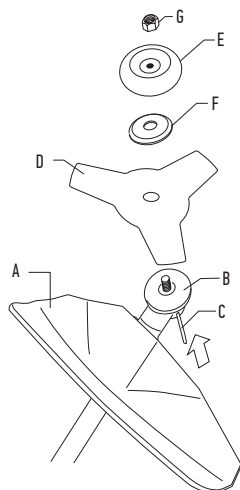

Fig. 4
- ▶ Retirez l'extension de la protection du coupe-herbe (Fig. 4).
- ▶ Montez le disque d'entraînement (B) sur l'arbre de sortie.
- ▶ Insérez une goupille de verrouillage (C) dans le trou pour verrouiller l'arbre.
- ▶ Montez la lame (D) et la bride de support (F) sur l'arbre de sortie.
- ▶ Montez la coupelle de support (E).